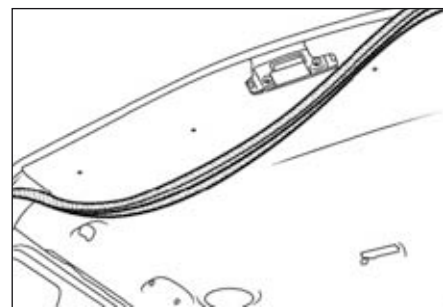

FIG.66
- Déposer partiellement le joint d'étanchéité de porte de coffre arrière (Fig.66).